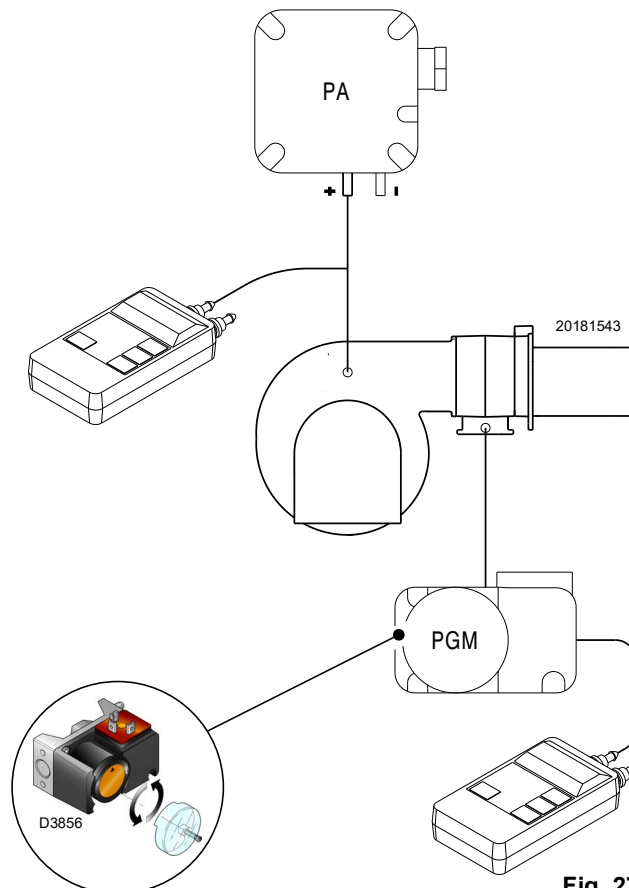

Fig. 27
- Régler le pressostat gaz seuil maximum (Fig. 27 à la p. 28) en fin d'échelle.
Effectuer le réglage du pressostat gaz seuil maximum (Fig. 27) après avoir effectué tous les autres réglages du brûleur avec le pressostat gaz seuil maximum réglé en fin d'échelle.